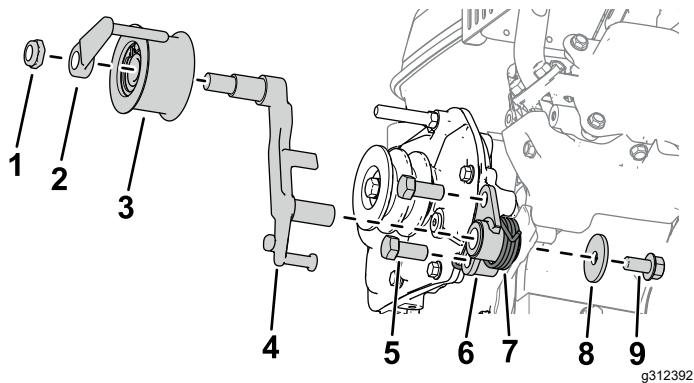

Рисунок 3
5. Установите кронштейн сцепления на редуктор с помощью 2 болтов (7/16 x 1 дюйм), как показано на Рисунок 3
6. Установите рычаг сцепления на кронштейн сцепления (Рисунок 3).
7. Установите моментную пружину на кронштейн сцепления с помощью шайбы (3/8 x 1 1/8 дюйма) и болта (3/8 x 3/4 дюйма), как показано на Рисунок 3.
8. Установите натяжной шкив в сборе на рычаг сцепления вместе с направляющей ремня и шестигранной гайкой (Рисунок 3).